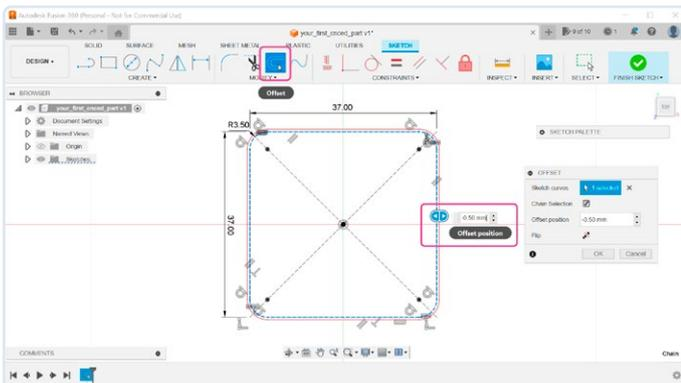

Bild 5. Versatz des Gehäuses, um die Geberplatine besser einpassen zu können.
5) Wir müssen das abgerundete Rechteck etwas versetzen, damit die Leiterplatte frei hineinpasst (**Bild 5**). Wählen Sie in der Werkzeugleiste das Werkzeug *Offset* und geben Sie einen Wert von -0,5 mm ein.